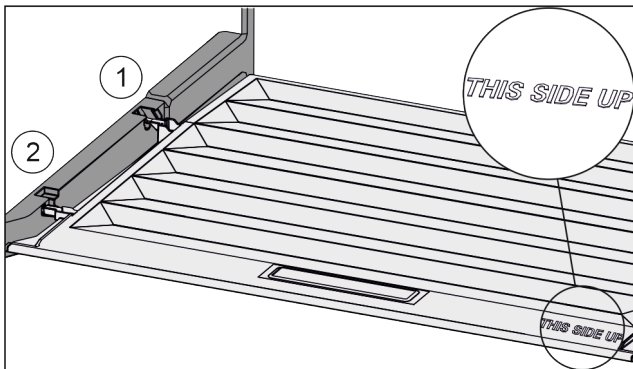

Fig. 129
- ▶ Пъхнете шийките на капака през отвора в задния държач Fig. 129 (1) и фиксирайте отпред в държача Fig. 129 (2).